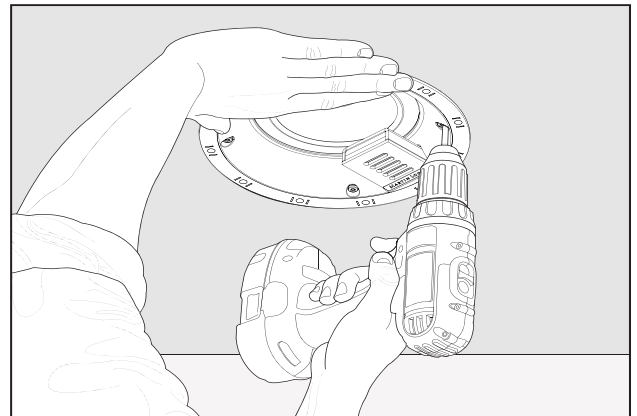

Fig. 5d
10. 片手でアセンブリを支え、電気ドリルとトルクスT20ビットで各ネジを締め付けます。抵抗を感じたら締め付けをやめます(Figs. 5d & 6e)。 MC6-HT: ネジを締める前に、スピーカーの向きを調整し、ドライバーを希望の位置 にセットしてください。